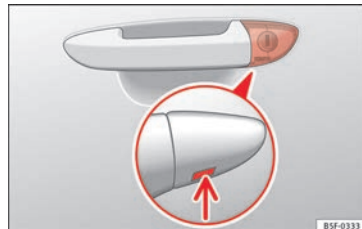

Fig. 3 Manecilla de la puerta del conductor: Bombín de cierre oculto.
- Introduzca el espadín en la abertura inferior de la tapa de la manecilla de la puerta del conductor » » fig. 3 (flecha) y retire la tapa de abajo hacia arriba.